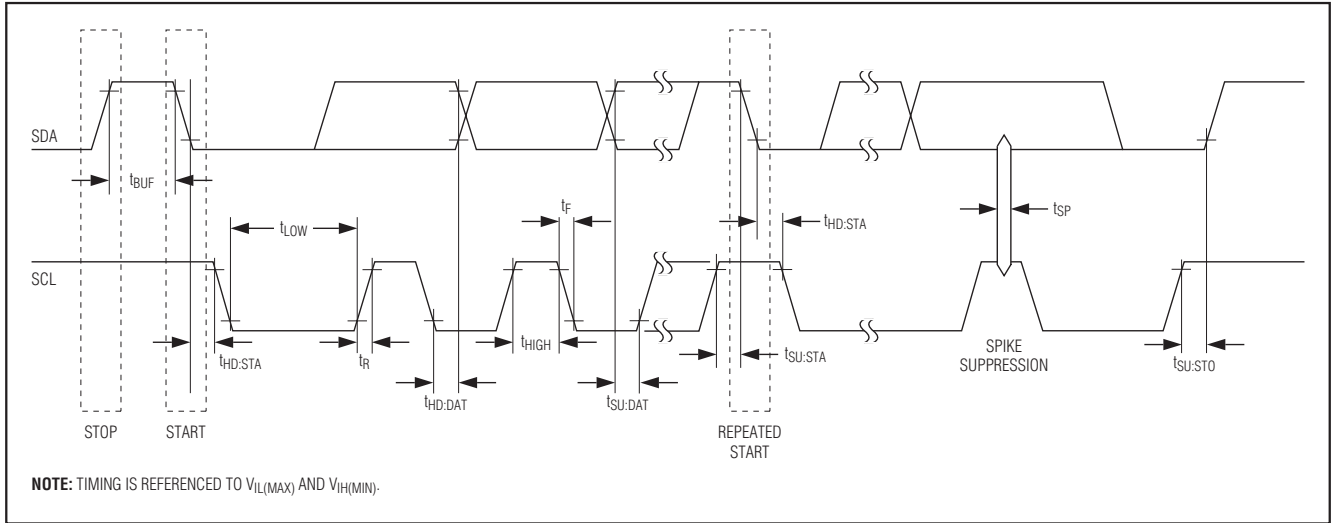

図9. I2Cのタイミング図
以下の用語はI2Cデータ転送の説明のために一般的に使用されます。タイミングリファレンスは図9に規定されています。
**データ有効**：STARTおよびSTOP条件を除いて、SDAの遷移はSCLがロー状態にある間にのみ行うことができます。SDAのデータは、SCLのハイパルスの全期間および必要なセットアップ時間とホールド時間(SCLの立下りエッジ後の $t_{HD:DAT}$ およびSCLの立上りエッジ前の $t_{SU:DAT}$ 、図9を参照)の間、有効の状態を保ちかつ不変である必要があります。データの各
書き込みを終了したマスタは、読取りを開始するSCLの次の立上りエッジ前に十分なセットアップ時間で(図9の最小 $t_{SU:DAT} + t_R$ ) SDAラインを解放する必要があります。スレーブは先行SCLパルスの立下りエッジでSDAの各データビットをシフトアウトし、データビットは現在のSCLパルスの立上りエッジで有効になります。マスタは、スレーブからの読取りに必要なクロックパルスを含むすべてのSCLクロックパルスを生成します。